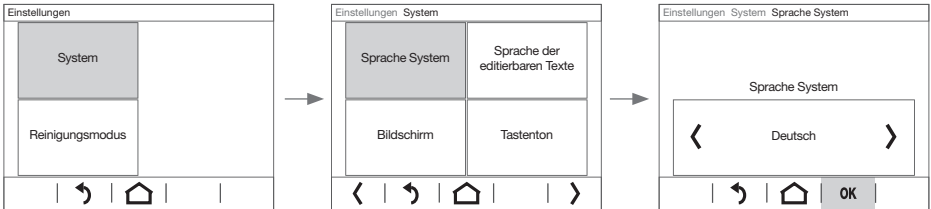

Bild 5: Beispiel Einstellung der Systemsprache
Die Anzeige wechselt zu einer weiteren Seite, auf der nochmals auszuwählen ist, oder direkt zur Einstellung des Parameters (Bild 5).
- Mit **-/+** den Parameterwert verringern/erhöhen, mit **>/<** nach einem vorgegebenen Wert blättern (Bild 5) oder mit **EIN** / **AUS** den Parameter aktivieren/deaktivieren (Tabelle 1).